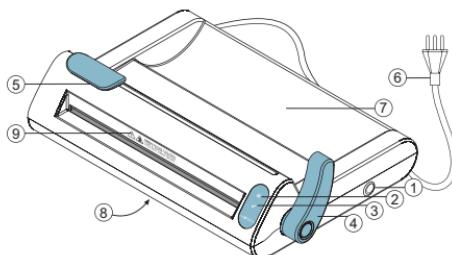

Abb. 1
- Das Schweißgerät kann mit 127 V und 220 V arbeiten, wie auf dem Typenschild hinter dem Gerät angegeben (Abb. 1).
- 1 Schließen Sie das Schweißgerät an und drücken Sie die Ein/Aus-Taste, bis ein Piepton ertönt, um das Gerät einzuschalten, 3 Pieptöne ertönen, es ertönen 3 Pieptöne und die LED  blinkt, was die Aufheizphase anzeigen. Wenn die Schweißtemperatur erreicht ist (etwa drei Minuten bei angehobenem Griff, Abb. 1), ertönen 2 Pieptöne und die LED  geht an, die anzeigen, dass das Schweißgerät betriebsbereit ist.
- 2 Führen Sie die Spitze der Sterilisationsverpackung durch die Schweißöffnung, wobei die Papierseite immer nach unten und die Kunststoffseite immer nach oben zeigt, und ziehen Sie die Verpackung an der anderen Seite und legen Sie die Rolle in den Rollenhalter (Abb. 1). Ziehen Sie am Papier, um es in der gewünschten Größe zu verschweißen.